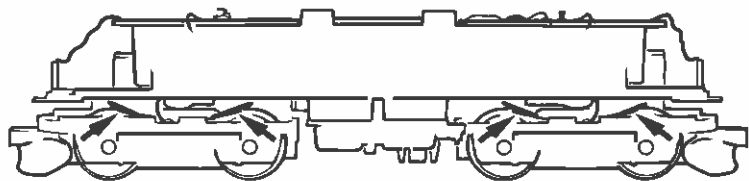
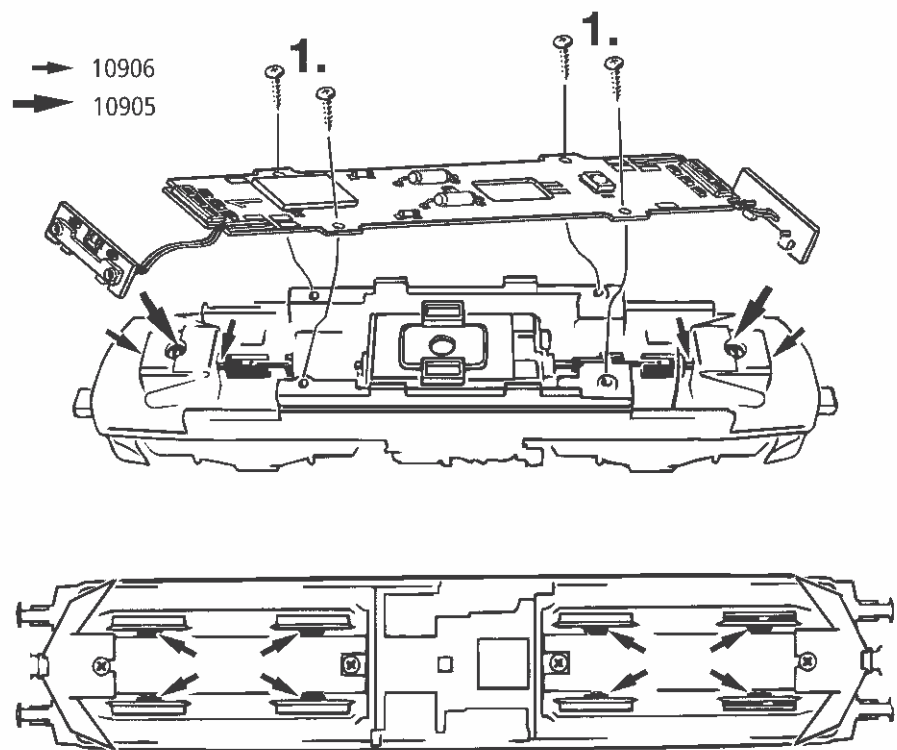
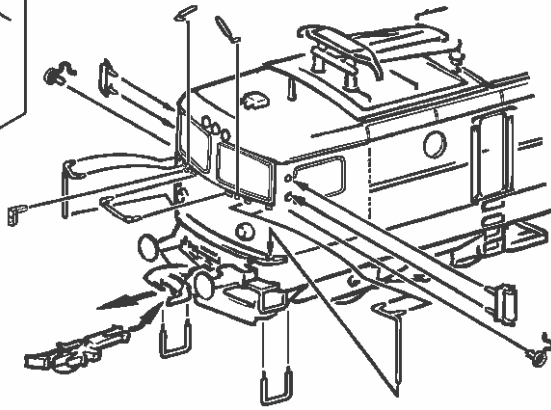
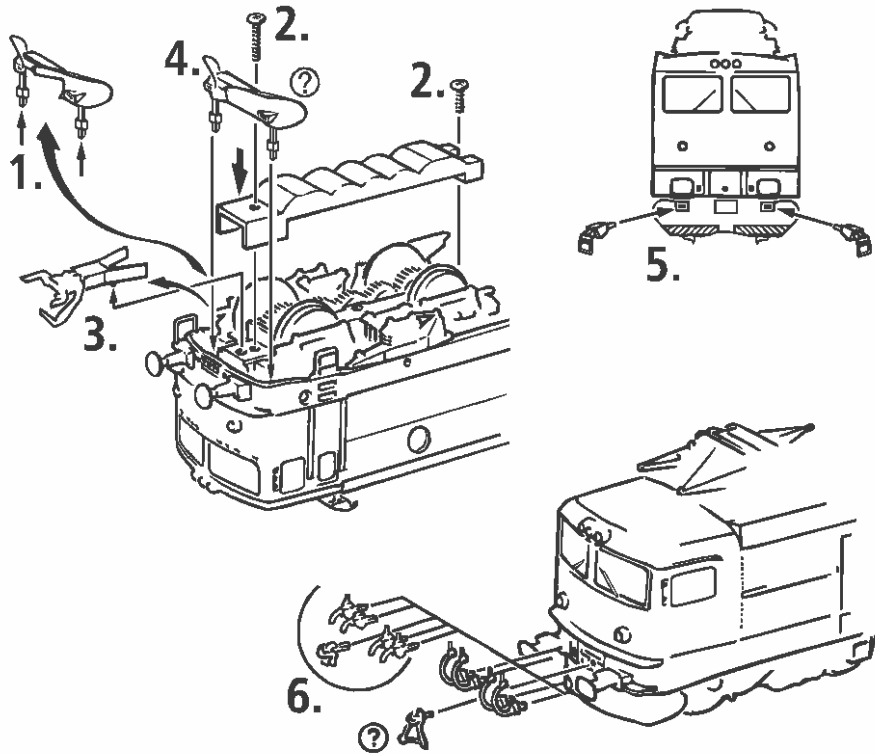

Fig. 8
Fig. 9
Fig. 3
Fig. 5
Mehrzugbetrieb: Zuerst Lokgehäuse abnehmen (Fig. 3). Danach den Brückenstecker aus der Schnittstelle entfernen (diesen sorgsam aufbewahren). Danach den Stecker des Decoders lagegerecht einsetzen (Fig. 5).
2. Schmierung: Versehen Sie die im Schmierplan in Fig. 8 gekennzeichneten Stellen mit nur **kleinen Öltropfen**. Dazu zuerst das Lokgehäuse abnehmen (Fig. 3). Wir empfehlen den ROCO **Öler Art.-Nr. 10906**. Fürs Schmieren der Getriebeteile (Zahnräder, Schnecke) empfehlen wir das **ROCO-Spezialfett Art.-Nr. 10905**. Im Falle der Schmierung diese Teile **nicht ölen**.
4. Kohlebürstenwechsel: Lokgehäuse abnehmen (Fig. 3). Danach wird der Motor ausgebaut und die Kohlebürsten ausgewechselt (Fig. 9).
Running in digital mode: Remove the jumper from the interface. Finally put the plug of the decoder into the interface as shown in fig. 5.
2. Lubrication: Apply **tiny oil drops** to spots marked in fig. 8. Prior to lubrication dismantle locomotive (fig. 3). We recommend using item no. **10906, ROCO oiler**. For lubrication the gearparts (e.g. cogwheels, worm) we would recommend our ROCO **special grease** (item no. **10905**).
4. Carbon Brush Changing: First remove loco body (fig. 3), and then the motor (fig. 9).
Exploitation en télécommande multi-trains: Enlevez la fiche de shuntage de l'interface (à conserver!) et enfichez finalement la fiche de décodeur aux prises de l'interface. Veillez à la position correcte de la fiche (fig. 5).
2. Graissage: N'appliquez **qu'une tout petite goutte** aux endroits indiqués par le plan de graissage (fig. 8) après avoir démonté la caisse de la locomotive (fig. 3). Nous vous recommandons **le graisseur à huile ROCO réf. 10906**. Pour graisser les engrenages (roues dentées, vis sans fin) nous vous conseillons la **graisse spéciale ROCO réf. 10905** pour engrenages en matières synthétiques. Lorsque vous utilisez cette graisse il faut éviter d'huiler ces composants.
4. Remplacement des balais du moteur: Démontez la caisse (fig. 3). Démontez ensuite le moteur et échangez le balais (fig. 9).
voir } Fig.3